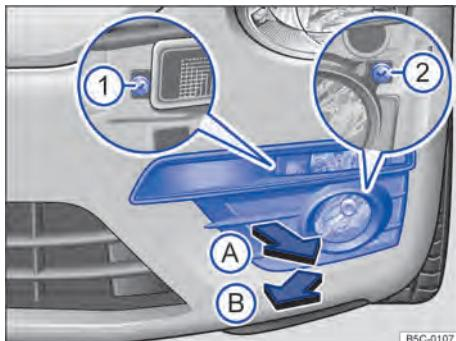
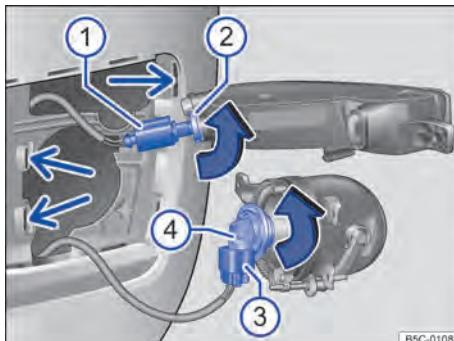

Fig. 190 No para-choque dianteiro à esquerda: desinstalar o farol.
Fig. 191 Substituir a lâmpada incandescente do farol.
Lanterna dianteira dos indicadores de direção ⇒ Fig. 191 ②	Farol de neblina / farol direcional ④
2.	Puxar a cobertura, começando de dentro, nas lamelas, para a frente até que as travas se soltem ⇒ Fig. 190 (seta (A)).
3.	Retirar a cobertura dos alojamentos laterais no sentido da seta (B).
4.	Desaparafusar os parafusos de fixação ① e ② com a chave de fenda das ferramentas de bordo ⇒ Página 303.
5.	Rebater a lanterna um pouco para frente e retirar dos apoios laterais ⇒ Fig. 191 (seta pequena).
6.	Destrarvar e retirar o conector ①.	Destrarvar e retirar o conector ③.
7.	Girar o suporte da lâmpada ② no sentido da seta até o batente para a esquerda e retirar para trás com a lâmpada incandescente.	Girar o suporte da lâmpada ④ no sentido da seta até o batente para a esquerda e retirar para trás com a lâmpada incandescente.
10.	Encaixar o conector ① no suporte da lâmpada ②. O conector precisa encaixar audivelmente.	Encaixar o conector ③ no suporte da lâmpada ④. O conector precisa encaixar audivelmente.
11.	Encaixar a lanterna nos apoios ⇒ Fig. 191 (setas pequenas) e rebater para trás.
12.	Apertar os parafusos de fixação ⇒ Fig. 190 ① e ② com a chave de fenda.
13.	Colocar a cobertura contra o sentido da seta (B) no para-choque, começando por dentro.